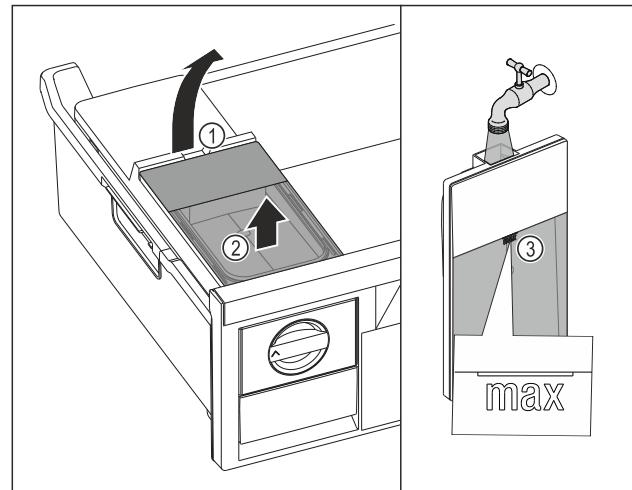

Fig. 69
- Підняти бак для води за заглиблення Fig. 69 (1).
- Вийняти бак для води рухом вгору. Fig. 69 (2)
- Наповнити бак для води питною водою до позначки Fig. 69 (3).